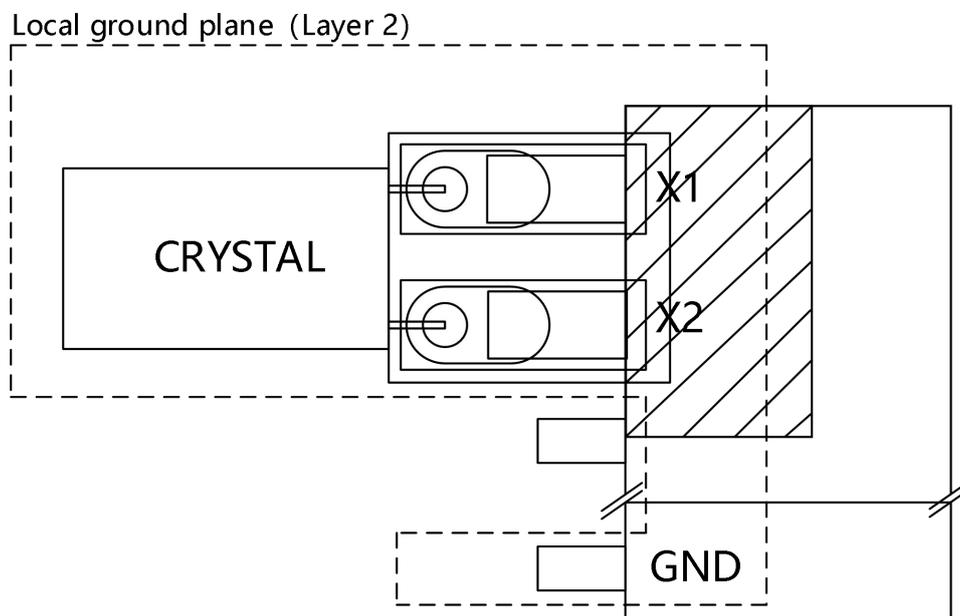

图 5. 推荐的晶体局部接地层
5. 在PC电路板上紧挨晶体放置局部接地层也会起到将晶体与电路板其它层信号的噪声耦合进行绝缘的作用。这里要注意接地层只能在晶体附近，不能覆盖整个电路板，图 5 所示为局部接地层示意。接地层外缘不能大于保护环境外缘。